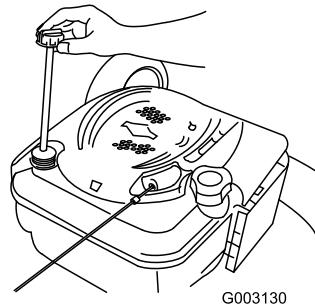

Figura 37
- Togliete l'asta di livello (Figura 37).